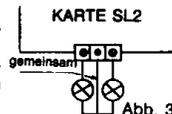

Abb. 3
- 3.C) Diese Karte hat eine Dreifach-Klemme, deren mittlere an den gemeinsamen Draht (blau) der beiden Lampen angeschlossen wird; die beiden anderen Klemmen werden an die Rückleitung der Lampen (siehe Abb. 3) angeschlossen.